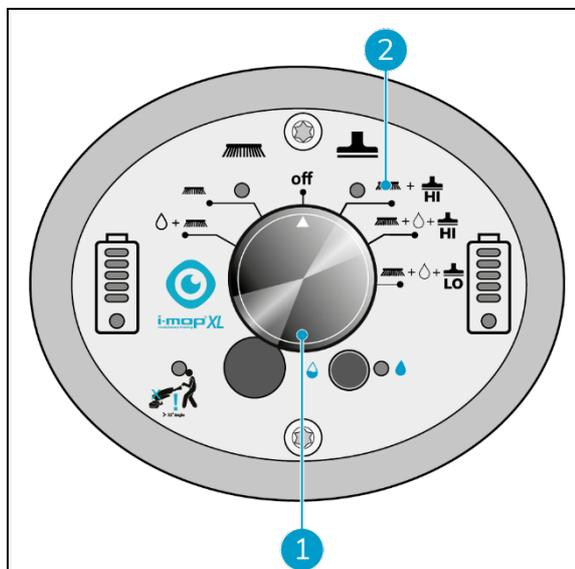

Abbildung 26
1. Verwenden Sie den Hauptschalter des i-mop XL Pro (Abbildung 26, Pos. 1) und wählen Sie MODE 3 Bürste + Trockensaugen (Abbildung 26, Pos. 2).